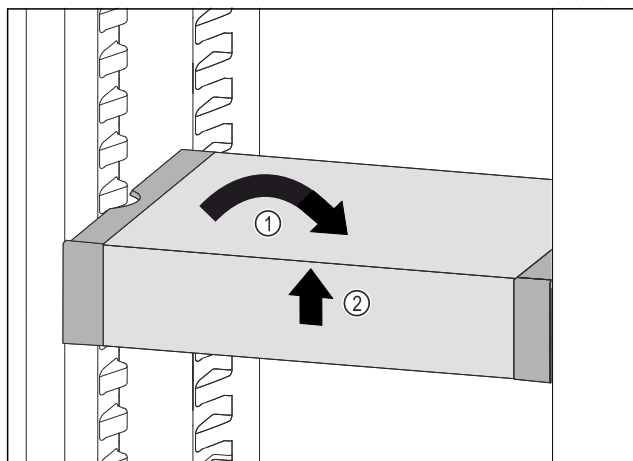

Fig. 208
- Ispravite VarioSafe. Fig. 208 (1)
- Podignite sprijeda VarioSafe. Fig. 208 (2)